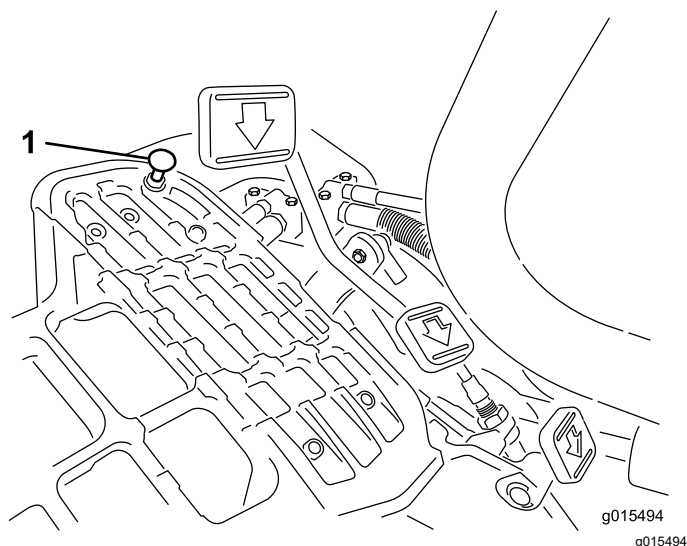

图 44
要获得最大行驶速度请将功能控制杆放在行驶位置并踩下驱动踏板。如果在拉线感到张紧力之前踏板接触到限位器 图 44 请执行以下调节程序
1. 将功能控制杆放在行驶位置松开将踏板限位器固定至底板上的锁紧螺母 图 44。